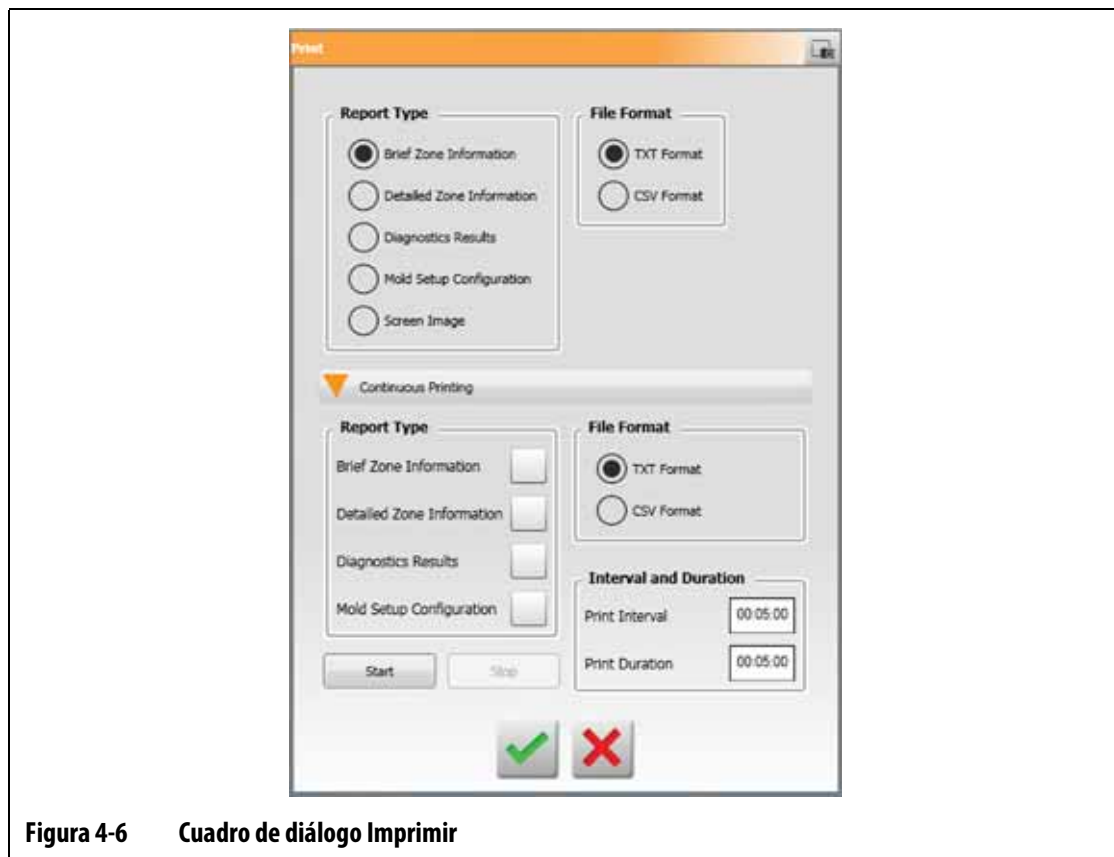

Figura 4-6 Cuadro de diálogo Imprimir
2. Toque el botón **Continuous Printing** (Impresión continua) en el cuadro de diálogo Print (Imprimir). Consulte la Figura 4-6.